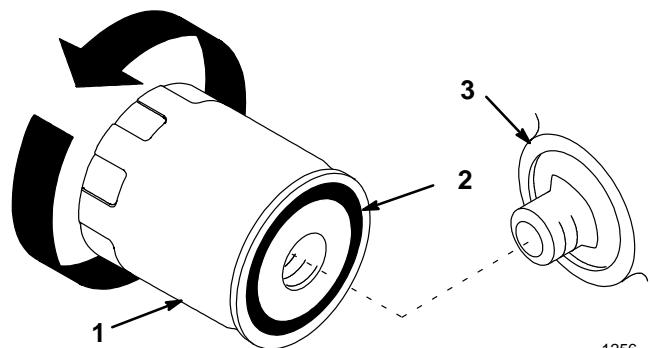

Figure 46
- Déposer le filtre à huile usagé de la boîte-pont et essuyer la surface de joint de l'adaptateur du filtre (Fig. 46).
- Enduire d'une mince couche d'huile fraîche le joint de caoutchouc du filtre neuf (Fig. 46).
- Monter le nouveau filtre à huile de transmission sur l'adaptateur, en vissant le filtre dans le sens des aiguilles d'une montre jusqu'à ce que le joint de caoutchouc touche l'adaptateur, puis en le vissant encore de 3/4 de tour supplémentaire (Fig. 46).